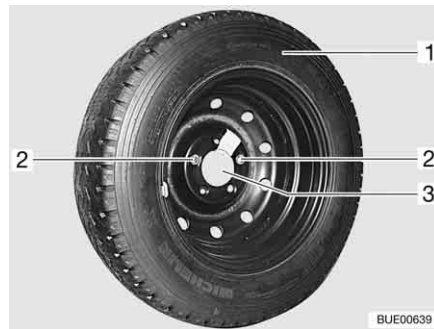

Fig. 276 Etrier de roue de secours dans le garage arrière
- Dévisser et retirer les deux vis de fixation (Fig. 276,2) avec les outils de bord.
- Retirer la roue de secours (Fig. 276,1) de l'étrier (Fig. 276,3).